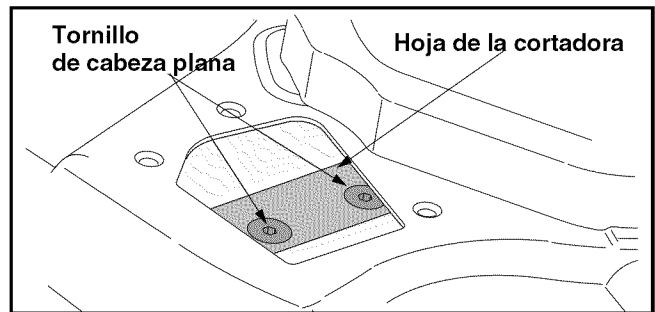

Figura 22
- Mediante una llave Allen de 3/16", retire los tornillos de cabeza plana que sujetan la hoja de la cortadora al motor. Dichos tornillos son accesibles a través de la abertura que se creó cuando retiró el canal de la cortadora anteriormente. Vea la Figura 22.